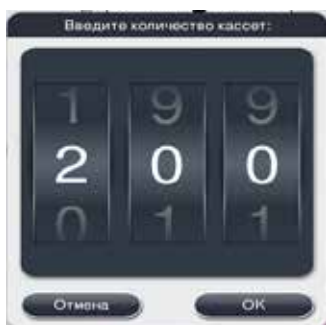

Рис. 66
5. Если RMS имеет значение "Вкл", и выбран режим "Кассета", откроется следующее окно (→ "Рис. 66").